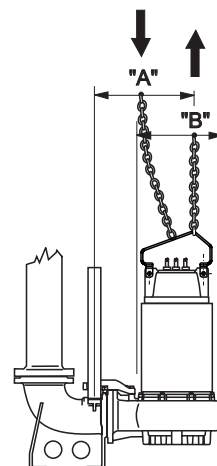

Рис. 2
- 1.5. - Если необходимо снять электронасос со своего места, прежде всего отсоедините электрические кабели от панели управления и поднимите его, как указано на стр. 109 (рис. 2). Очистите электронасос снаружи и внутри струей чистой воды от возможных остатков перекачиваемой жидкости, используя защитные очки, резиновые перчатки, маску и непромокаемый фартук.